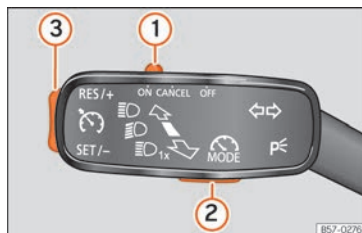
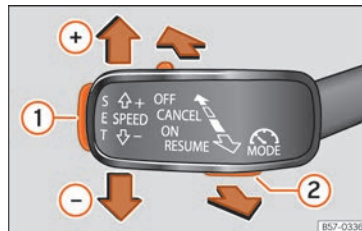

Fig. 226 No manípulo dos indicadores de mudança de direção: botões para utilizar o limitador de velocidade.
Fig. 227 À esquerda da coluna de direção: botões para utilizar o limitador de velocidade.
Para alternar entre os sistemas de assistência à condução pressione o botão » » » **Fig. 226** (2) ou » » » **Fig. 227** (2), a seguir, seleccione mediante a rodinha direita do volante multifunções no menu do painel de instrumentos e pressione a rodinha para confirmar a seleção.
- Desloque o comando »» Fig. 226 ① para a posição **ON** e pressione a tecla ②.
- Durante a velocidade, pressione o botão »» Fig. 226 ③ na zona **SET/-**.
Pode ajustar-se a velocidade com o botão » Fig. 226 ③:
- Desloque o comando » Fig. 226 ① para a posição **OFF**.
Se deseja desativar temporariamente o limitador de velocidade, p. ex., para ultrapassar, desloque o comando » Fig. 226 ① para a posição **CANCEL** ou pressione o botão ②.
programada anteriormente pressionando o botão » Fig. 226 ③ na zona **RES/+**.
- Desloque a alavanca na direção do volante para a posição **ON** e pressione o botão » Fig. 227 ②.
- Durante a circulação, pressione a tecla **SET** » Fig. 227 ①.
- Pressione o botão **SET** » Fig. 227 ① para reduzir a velocidade em passos pequenos de 1 km/h (1 mph).
»» Fig. 227 ②.